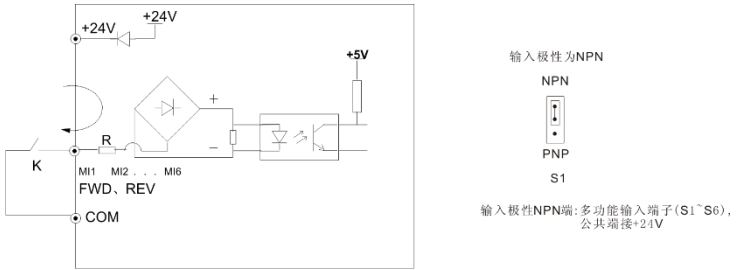

图3-9 使用内部+24V电源的源极的接线方式
(3) MI1~MI6、FWD、REV 端子接线方法
① 使用变频器内部的 24V 电源，输入极性为 NPN 时，接线方式如图 3-9 所示